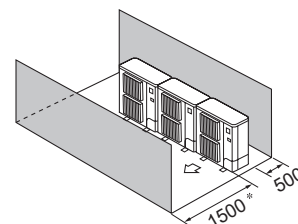

Fig. 2-12
④ Obstacles à l'avant et à l'arrière (Fig. 2-12)